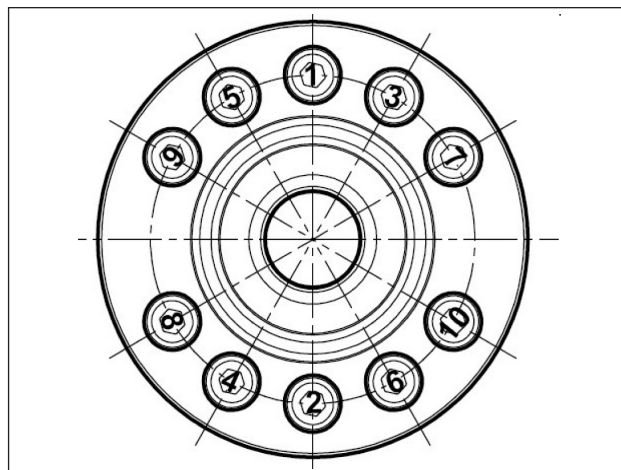

Fig. 53
**** Los tornillos de fijación del soporte, esquema Fig. 53, se deben apretar en dos fases: